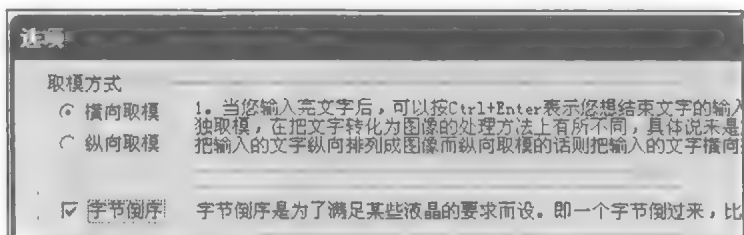

图 16.18 参数设置
(5) 参数设置，单击【参数设置】菜单中的【其他选项】图标，选中【横向取模】和【字节倒序】，其他选项默认，如图 16.18 所示，然后单击【确定】。